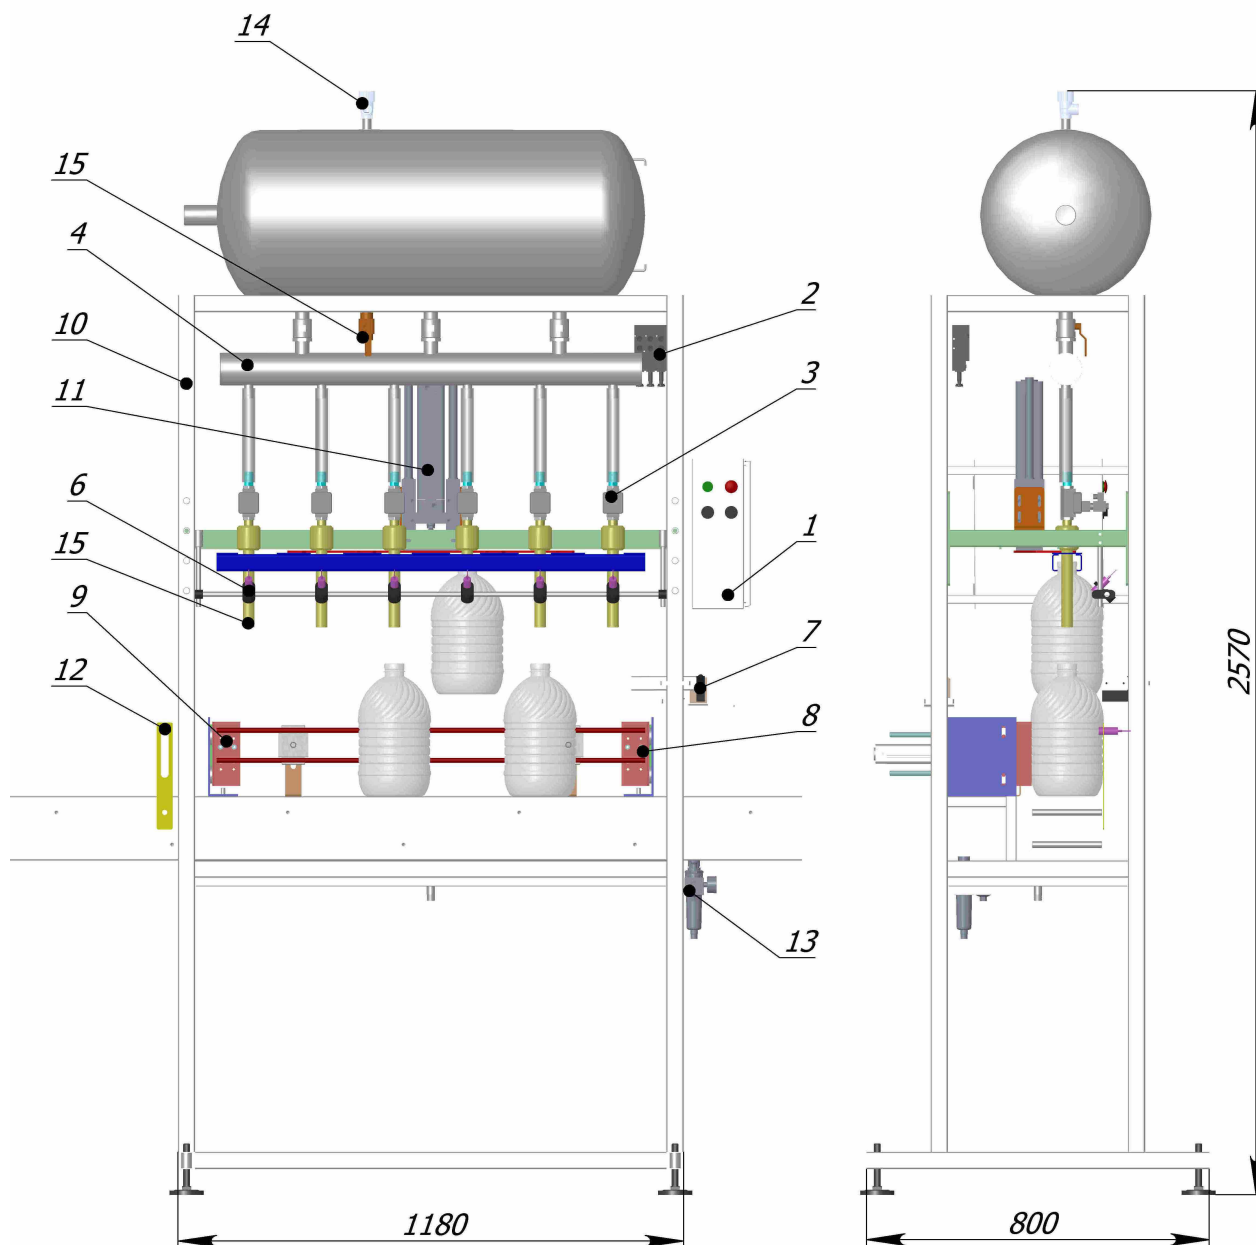

Рис. 5.1. Основные механизмы и элементы управления аппарата.
5.1. Аппарат розлива ПАККА-РЗ 5 L (рисунок 5.1.) представляет собой конструкцию, смонтированную на станине 10.
5.2. Назначение основных узлов и сборочных единиц аппарата (Рис. 5.1.) приведено в таблице 5.2.